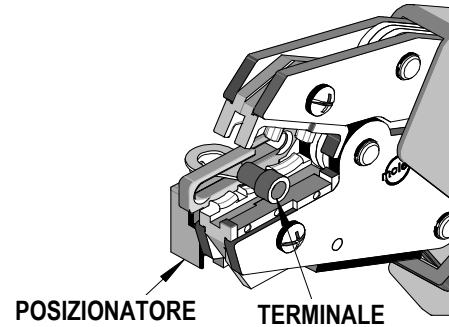

Figura 1
4. Se si utilizza un posizionatore, sollevare il posizionatore e inserire il terminale nel sostegno corretto con il cilindro rivolto verso l'alto e contro la barra del posizionatore. Rilasciare la lama del posizionatore per mantenere in posizione il terminale. Vedere Figura 1. Il posizionatore può essere alzato o abbassato in modo che il terminale risulti perfettamente piatto e dritto nello strumento. Per operare con i giunti occorre rimuovere il posizionatore.